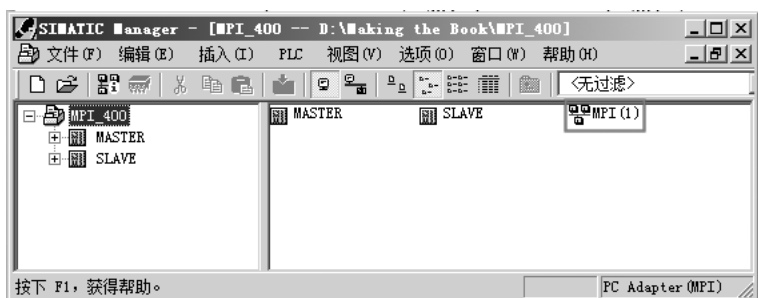
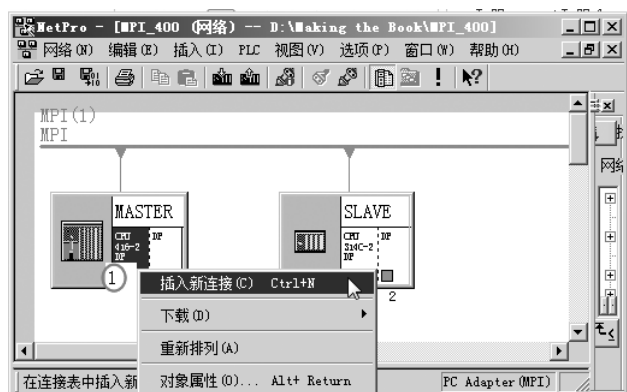
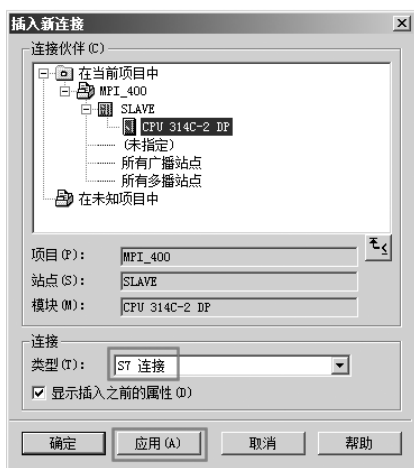
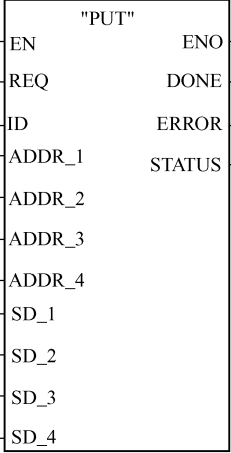

图 8-53 新建项目
图 8-54 新建连接
图 8-55 选择 CPU 的连接方式
图 8-56 块参数
1) 新建项目。新建项目，命名为“MPI_400”，插入站点和 CPU，并将建立 SLAVE 和 MASTER 的 MPI 连接，其中 MASTER 的 MPI 地址为“2”，SLAVE 的 MPI 地址为“3”，如图 8-53 所示，再单击“MPI (1)”标志，弹出如图 8-54 所示的界面。
2) 新建连接。如图 8-54 所示，选中“1”处，单击鼠标右键，弹出快捷菜单，单击“插入新连接”命令，弹出如图 8-55 所示的界面。
3) 选择 CPU 的连接方式。如图 8-55 所示，选中“CPU 314C-2 DP”和“S7 连接”，单击“应用”按钮，弹出如图 8-56 所示的界面。
4) 选择 MPI 块参数。如图 8-56 所示，单击“确定”按钮，硬件组态完成。
【关键点】 PUT (SFB15) 和 GET (SFB14) 指令的参数 ID 设定如图 8-56 所示，本通信使用 OSI 模型的第 1、2 和 7 层。